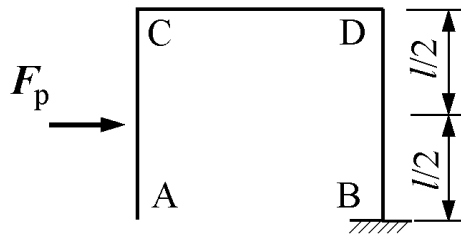

图 3
3. 图 3 所示刚架中，BD 杆的 D 端弯矩 M_{DB} 为 ()